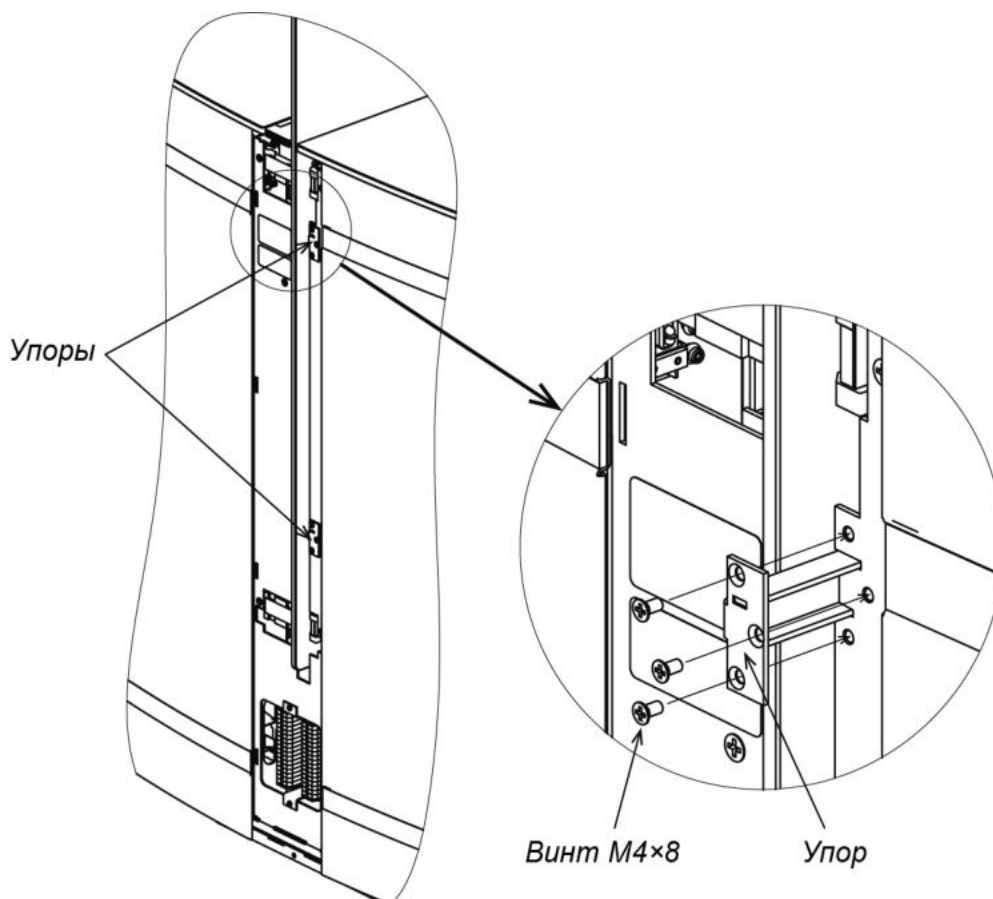

Рисунок 28. Установка упоров ограничителя вылета створки
- Установите два специальных упора из комплекта поставки на корпус секции и закрепите каждый из них тремя винтами M4×8 (см. рис. 28):